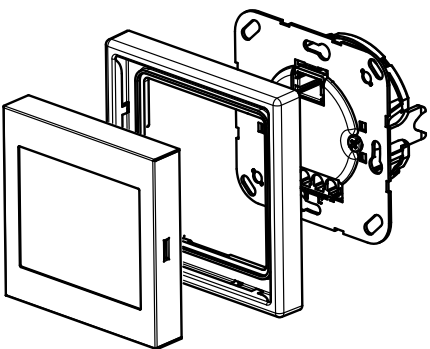

Abb. 2
- Abb. 2: Montage LED-Leselicht